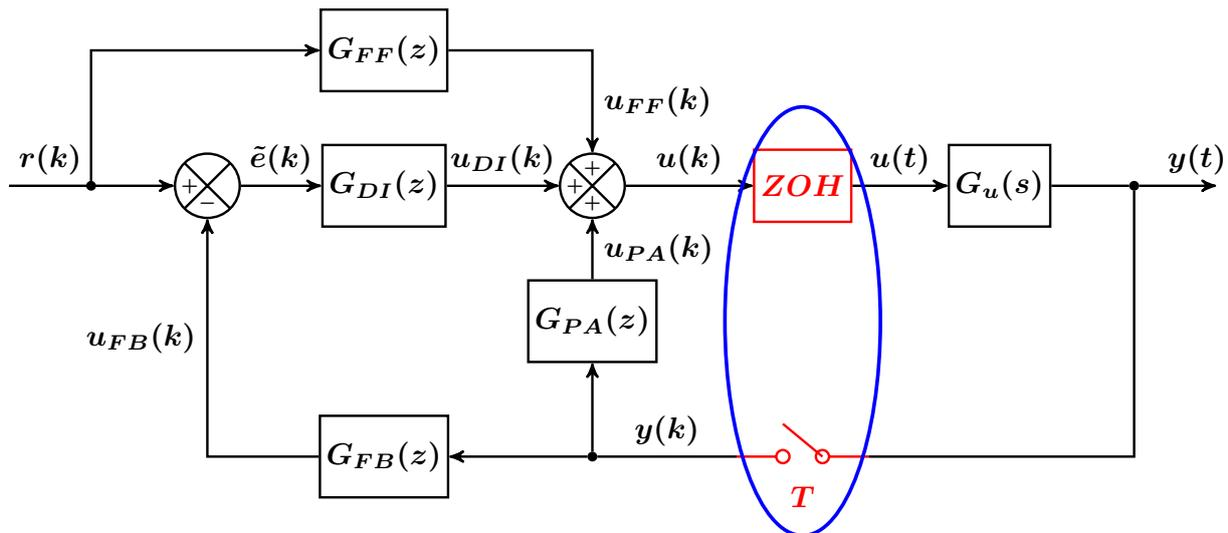

Figura 3.6: Lazos de control programados.
Además, en esta pestaña se definen los parámetros del controlador definido. Téngase en cuenta que la arquitectura software se ha desarrollado con la intencionalidad de cubrir todos los posibles lazos de control a implementar dentro de la asignatura. Es por ello que se han definido 4 lazos de control (ver Figura 3.6): Directo (DI), Paralelo (PA), Prealimentado (FF) y Realimentado (FB). Para cada uno de los lazos, un PID se ha definido con los siguientes parámetros  $K_p$ ,  $K_i$  y  $K_d$ . Adicionalmente se ha definido un parámetro de *WindUp*, aunque no es accesible para los alumnos.